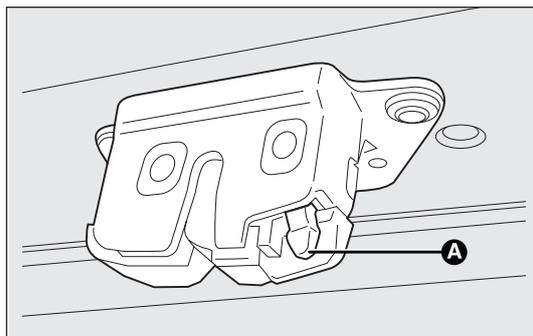

fig. 85
- operando all'interno del bagagliaio, premere sulla levetta A-fig. 85 ed aprire il portellone.